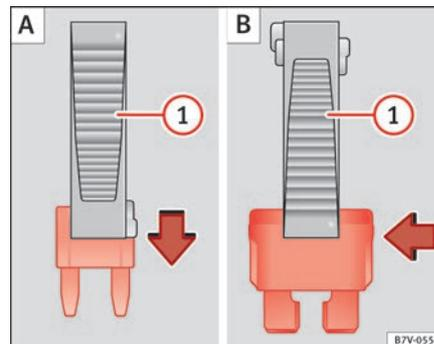

Abb. 202 Sicherung entnehmen oder einsetzen.
- Bei *kleinen Sicherungen* Klammer von oben aufstecken ⇒ Abb. 202 (A).
- Bei *größeren Sicherungen* Klammer seitlich auf die Sicherung schieben (B).
- Falls die Sicherung durchgebrannt ist, Sicherung durch eine neue Sicherung *gleicher* Stärke (gleiche Farbe und gleicher Aufdruck) und *gleicher* Größe ersetzen ⇒ ①.